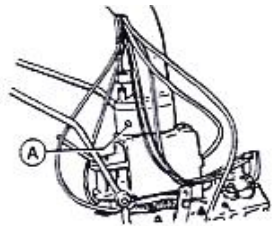

Fig. 16
- Indsprøjt fedt igennem fedtpunkt A (fig.16) for at smøre styrets samlepunkt, indtil fedtet løber ud.
Brug ikke maskinen med skadet eller skjolde der er taget fra og/eller sikkerhedsforanstaltning. (fig. 16)